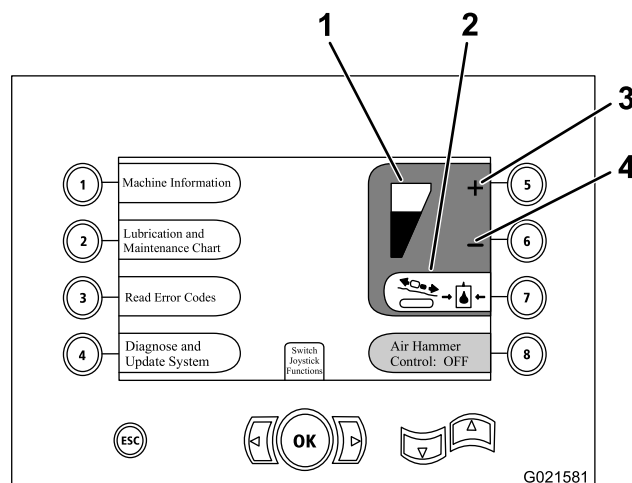

Figure 71
- Appuyez sur le bouton 5 sur l'écran pour réduire la pression du chariot (**Figure 71**).
- Appuyez sur le bouton 6 sur l'écran pour augmenter la pression du chariot (**Figure 71**).
Remarque: L'indicateur de pression (**Figure 71**) monte ou descend selon que vous augmentez ou réduisez la pression du chariot.
2. Augmentez ou réduisez la pression du chariot comme suit : (**Figure 71**).